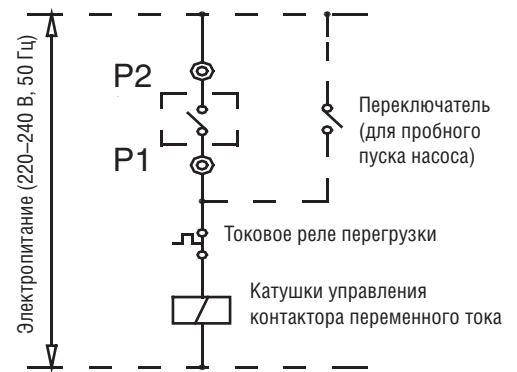

Рис. 5-3
11. Подсоединение проводов цепи управления насоса: провода цепи управления контактора переменного тока насоса должны подсоединяться к клеммам P1 и P2 основного модуля (см. рис. 5-3).